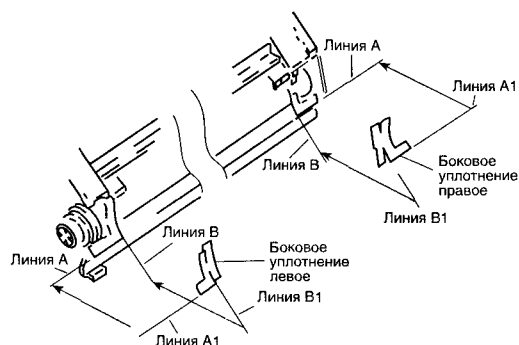

Рис. 1. Крепеж боковых уплотнений магнитного ролика
ческого построения телефонов Siemens C55 с радиотрактом на микросхеме Hitachi. Главная особенность данного варианта заключается в том, что приемное устройство построено по схеме прямого преобразования. Сигнал опорной частоты 26 МГц формируется в транзисторном кварцевом генераторе, схема которого стала проще по сравнению с используемой в более ранних сериях 35 и 45 (рис. 1). Вход AFC генератора служит для подачи сигнала автоматической подстройки частоты (АПЧ), с выхода TVCXO снимается сигнал от термистора R959, который является элементом схемы АПЧ, а сам выходной сигнал генератора 26MHz_RF через разделительный конденсатор снимается с коллектора транзистора V950-2.
3. Прикрепите боковые уплотнения магнитного ролика MG, как показано на рис. 1, совместив линии A/A1, B/B1 и закрепите прочно боковые уплотнения, чтобы они не отделились и не повредили барабан.